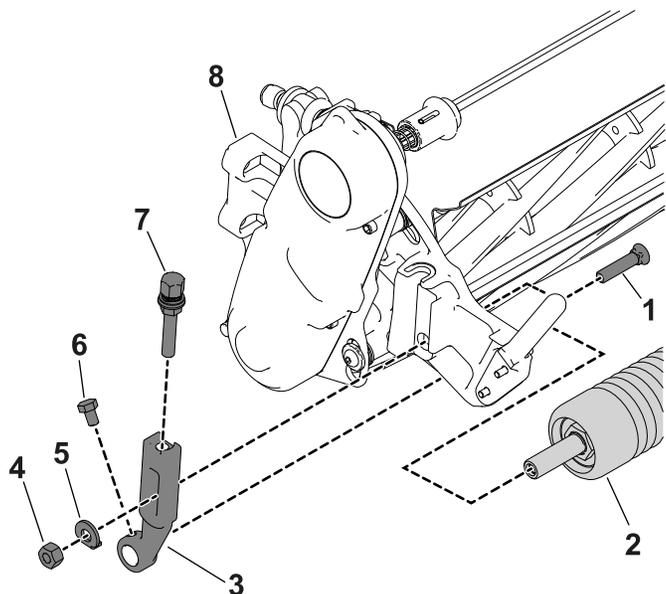

図2
1. カッティングユニットの、前ローラの左右端部を刈高アームに固定しているねじをゆるめる 図2。
2. 各刈高アームをカッティングユニットの左右端部に固定しているプラウボルト、ワッシャ、ロックナットを外す 図2。刈高アームとローラを取り外す。